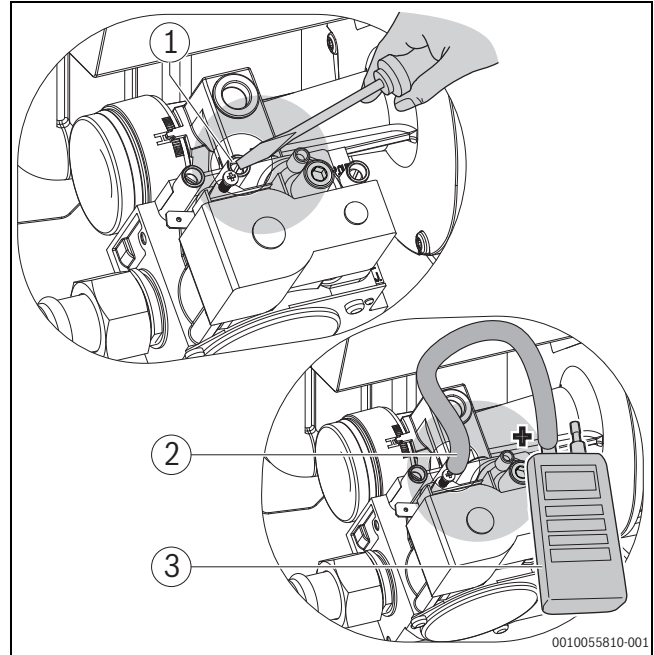

Bild 51 Gas-Luft-Verhältnis kontrollieren und einstellen
- ▶ Verschlusschraube am Messnippel um zwei Umdrehungen lösen (→Bild 51).
- ▶ „+“-Anschluss des Druckmessgeräts über einen Schlauch mit dem Messnippel an der Gasarmatur verbinden (→Bild 51).